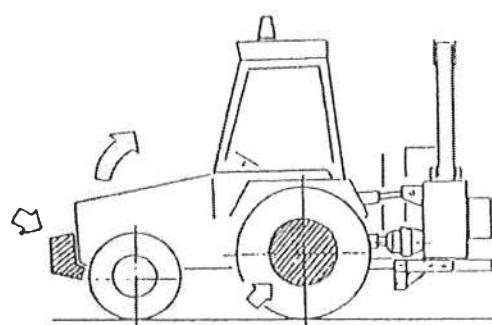

図 5
- トラクターの前輪にフロントウェートを装着し、左側後輪ホイールにバランスウェートを装着してください。(図 5)